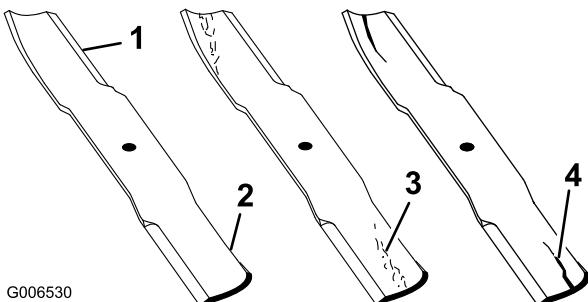

Figura 52
1. Inspeccione los filos de corte (Figura 52). Si los bordes no están afilados o tienen muescas, retire las cuchillas y afílelas. Consulte Afilado de las cuchillas.
2. Inspeccione las cuchillas, especialmente la parte curva (Figura 52). Si observa daños, desgaste o la formación de una ranura en esta zona (elemento 3. en la Figura 52), instale de inmediato una cuchilla nueva.